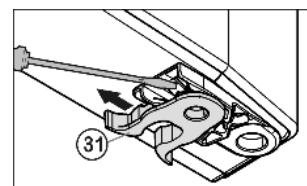

Fig. 6
- ▶ переставити Fig. 6 (31) пружинний затискач: Натиснути язичок заціпки вниз, зняти з нього пружинний затискач.